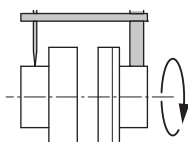

Fig. 10: Kontroll av radiell justering med en komparator
- Sätt fast en mätklocka på en av kopplingarna eller på axeln (se fig. 10). Mätklockans kolv måste ligga på den andra halvkopplingens krans (se fig. 10).